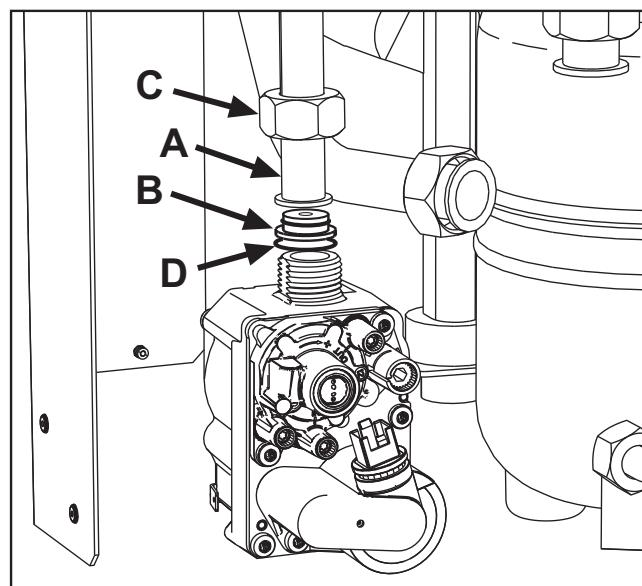

fig. 23
- Svitare il girello C e rimuovere il tubo gas A dalla valvola gas (vedi fig. 23).
- Sostituire l'ugello B inserito nel tubo gas con quello contenuto nel kit di trasformazione interponendo la guarnizione D (vedi fig. 23).